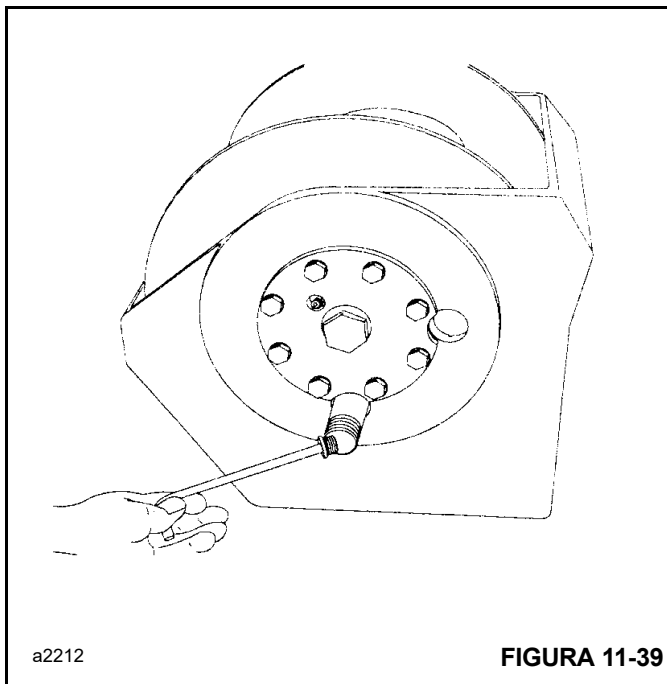

FIGURA 11-39
2. Use una llave Allen de 5/16 pulg para retirar el tapón de vaciado a través del tubo (Figura 11-39).